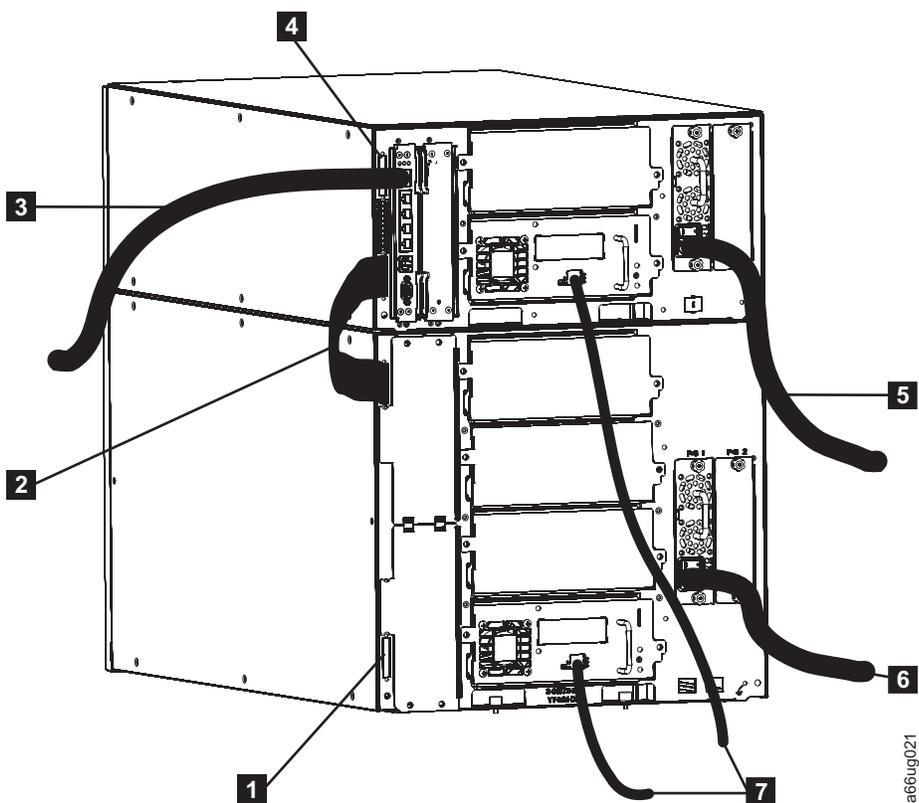

Рисунок 3-2. Подключение библиотеки 14U
- Две заглушки связи между модулями (**1** и **4** in рис. 3-2)
- Кабель связи между модулями (**2** in рис. 3-2)
- Подключите кабели питания к каждому блоку питания ( **5** и **6** в рис. 3-2 на стр. 3-3), подключите их к электросети